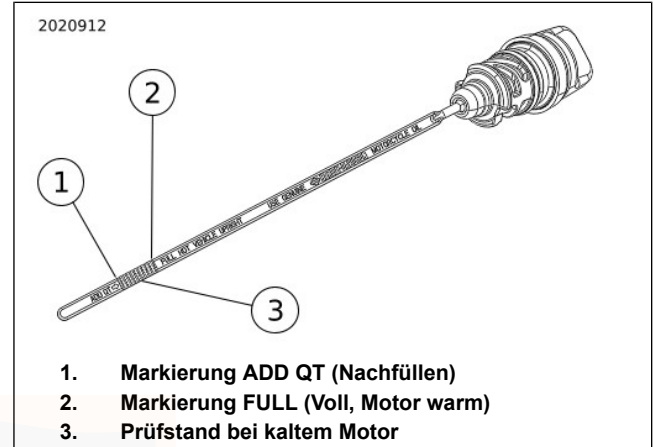

Abbildung 109. Motorölmessstab
Siehe Abbildung 109. Bei der Prüfung des Ölstands die Anzeige FULL HOT VEHICLE UPRIGHT (Voll, heiß, Fahrzeug aufrecht) verwenden.
3. Siehe Abbildung 109. Einfüllverschlussstopfen/Ölmesstab entfernen. Unter Verwendung der Anzeige FULL HOT VEHICLE UPRIGHT (Voll, heiß, Fahrzeug aufrecht) auf dem Ölmesstab den Ölstand prüfen. Der korrekte Ölstand sollte auf halbem Wege (3) zwischen den Markierungen ADD QT (Nachfüllen) und FULL HOT (Voll, heiß) auf dem Ölmesstab liegen.
6. Ölstand prüfen. Nur so viel Öl nachfüllen, um den Füllstand zwischen die Ölmesstab-Markierungen ADD QT (1) und FULL HOT (2) zu bringen.
4. Siehe Abbildung 109. Einfüllverschlussstopfen/Ölmesstab entfernen. Unter Verwendung der Anzeige FULL HOT VEHICLE UPRIGHT (Voll, heiß, Fahrzeug aufrecht) auf dem Ölmesstab den Ölstand prüfen. Der Füllstand muss zwischen den Markierungen ADD QT (1) (Nachfüllen) und FULL HOT (1) (Voll, heiß) liegen. Nur so viel Öl nachfüllen, dass der Ölstand die Markierung FULL HOT (Voll, heiß) des Ölmesstabs erreicht. Nicht zu viel einfüllen.